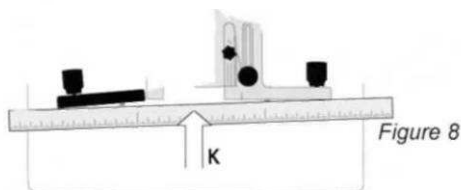

рис. 8
7. Прижимайте поверочную линейку (К, рис. 8). Убедитесь, что обе половины упора выровнены, как показано в иллюстрации 9. Это достигается, поочередным изменением выхода двух регулировочных винтов (М., рис. 10) из передней части упора (L, рис. 10) 3-миллиметровым шестигранным ключом, периодически, придвигая левую часть упора, вращая ручку (Q, рис. 10) как требуется.